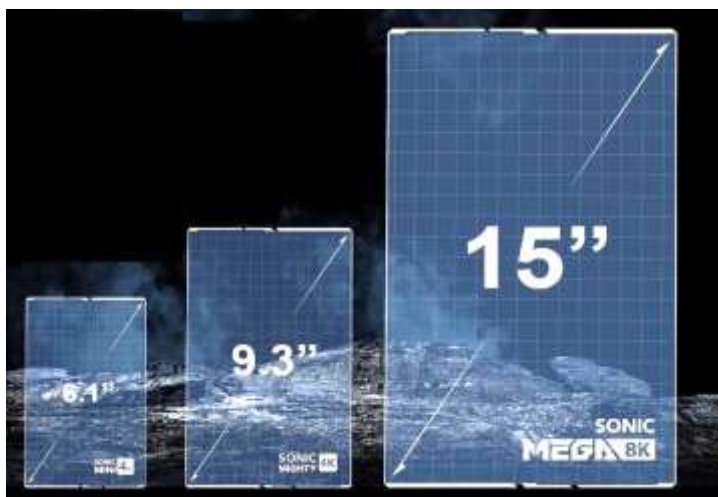

Рис. 1.8 Разновидность размеров печатных полей линейки SONIC [6]
- моно-ЖК-экран 15 дюймов: самая большая область монохромной ЖК-печати на рынке, с диагональю 15 дюймов (рис. 1.8). Для сравнения, самая большая площадь печати раньше составляла всего 13,3 дюйма.